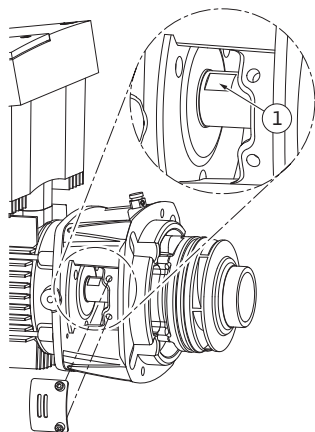

Fig. 54: Зони на вала, предвидени за закрепване на гаечен ключ
15. Вкарайте един гаечен ключ, оптимален размер на ключа 22 mm, в прозорчето на латерната и захванете вала за зоната, предвидена за закрепване на гаечен ключ (Fig. 54, поз. 1). Развийте гайката на работното колело (Fig. 7, поз. 15). Работното колело (Fig. 7, поз. 16) се изважда автоматично от вала.
24. При монтажа на работното колело пъхнете гаечен ключ, оптимален размер на ключа 22 mm, в прозорчето на латерната и захванете вала за зоната, предвидена за закрепване на гаечен ключ (Fig. 54, поз. 1).